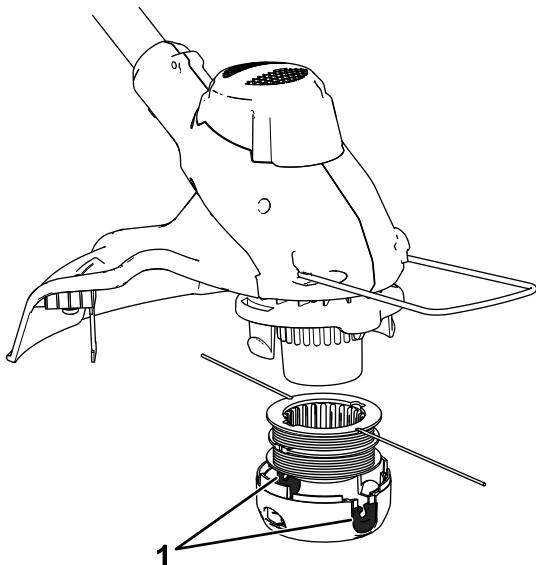

Figure 19
- 8. Placez la bobine dans le couvercle et faites passer les extrémités du fil par les trous du couvercle, comme montré à la Figure 19.